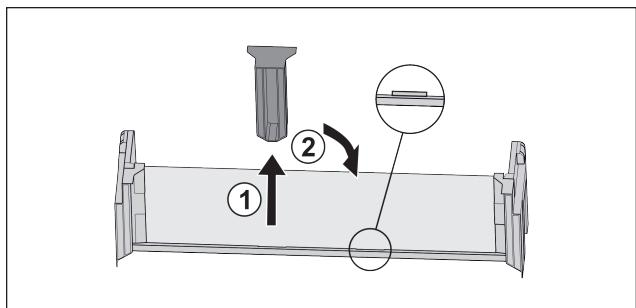

Fig. 26
- Snemite sredinski držalni del Fig. 26 (1).
- Sredinski držalni del vstavite na drugem položaju Fig. 26 (2).